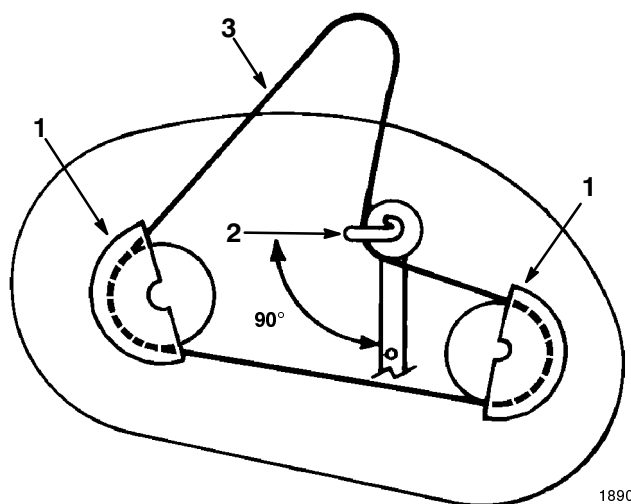

Figure 49
2. Enlevez les vis de fixation des cache-poulie et déposez ces derniers des poulies des deux lames (Fig. 49).
3. Desserrez sans les enlevez le boulon et l'écrou de fixation du galet tendeur et de son guide-courroie (Fig. 49).
2. Dirigez le guide-courroie du galet tendeur vers la gauche, à 90° du bras de galet tendeur (Fig. 49). Serrez le boulon et le contre-écrou de fixation du galet tendeur et du guide-courroie.
3. Posez les cache-poulie gauche et droit à l'aide de leurs vis de fixation (Fig. 49).